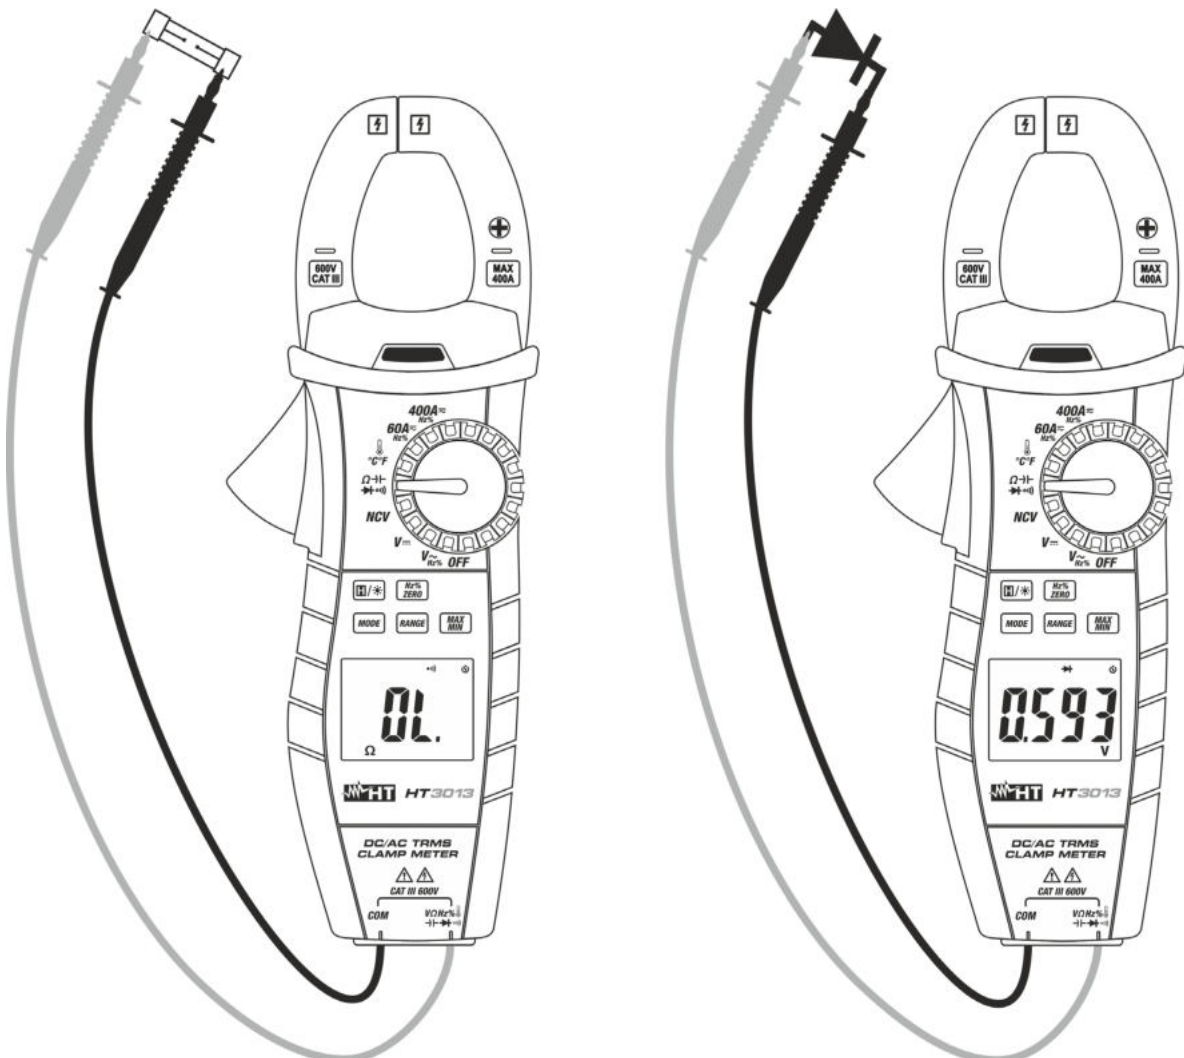

Fig. 8: Uso dello strumento per Test Continuità e Prova Diodi
3. Inserire il cavo rosso nel terminale di ingresso  $V\Omega Hz\% \rightarrow \rightarrow \rightarrow \rightarrow$  e il cavo nero nel terminale di ingresso **COM** ed eseguire il test di continuità sull’oggetto in prova (vedere Fig. 8– parte sinistra). Il cicalino emette un segnale acustico quando il valore della resistenza misurata è inferiore a  $30\Omega$
5. Connettere il puntale rosso all’anodo del diodo e il puntale nero al catodo in caso di misura di polarizzazione diretta (vedere Fig. 8 – parte destra). Invertire la posizione dei puntali in caso di misura di polarizzazione inversa